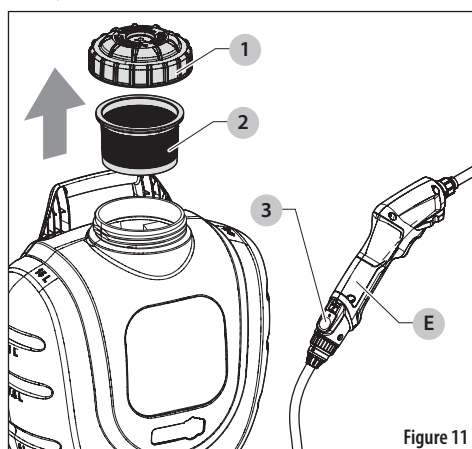

Figure 11
1. Assurez-vous que pulvérisateur de lance électrique (E) est éteint et retirez la lance électrique. Voir Figure 11.
2. Enlevez le capuchon (1) et le panier filtre (2), et videz ce qui reste de substance chimique du réservoir dans un contenant qui convient pour une utilisation future ou mettez-le au rebut selon les directives du fabricant de la substance chimique.
5. Réinstallez le flexible et la lance électrique (E) et appuyez sur le bouton d'alimentation (3) pour mettre le pulvérisateur en position « ON » (Marche).
11. Une fois que le pulvérisateur est sec, retournez-le à l'endroit et réinstallez le bouchon (1) et le panier-filtre (2) pour empêcher les débris de pénétrer dans le réservoir.